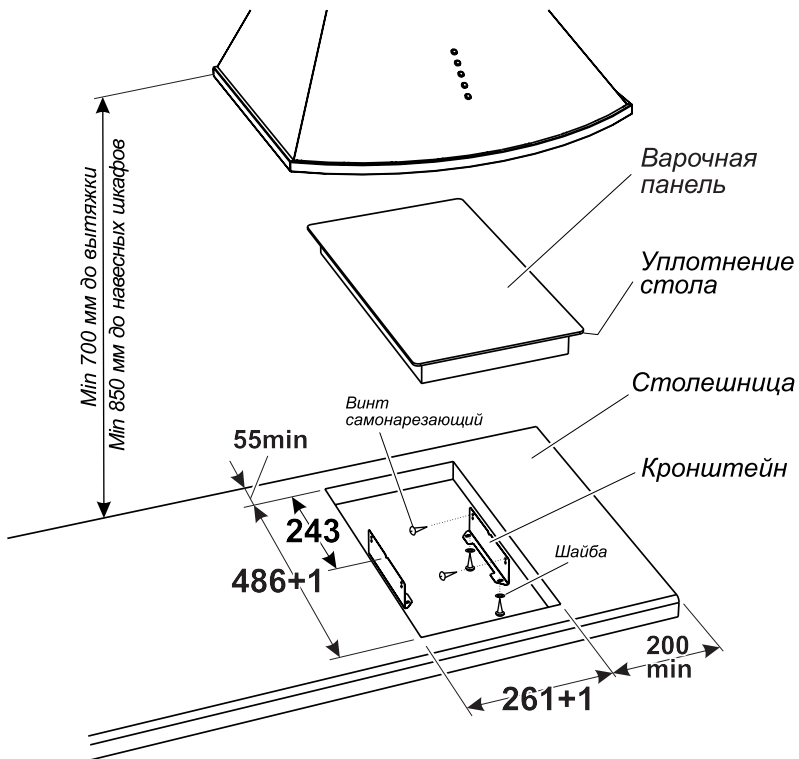

Рис. 3
1. Разметить на столешнице контур проема под варочную панель (рис. 3). Толщина столешницы - min 30 мм, max 50 мм.